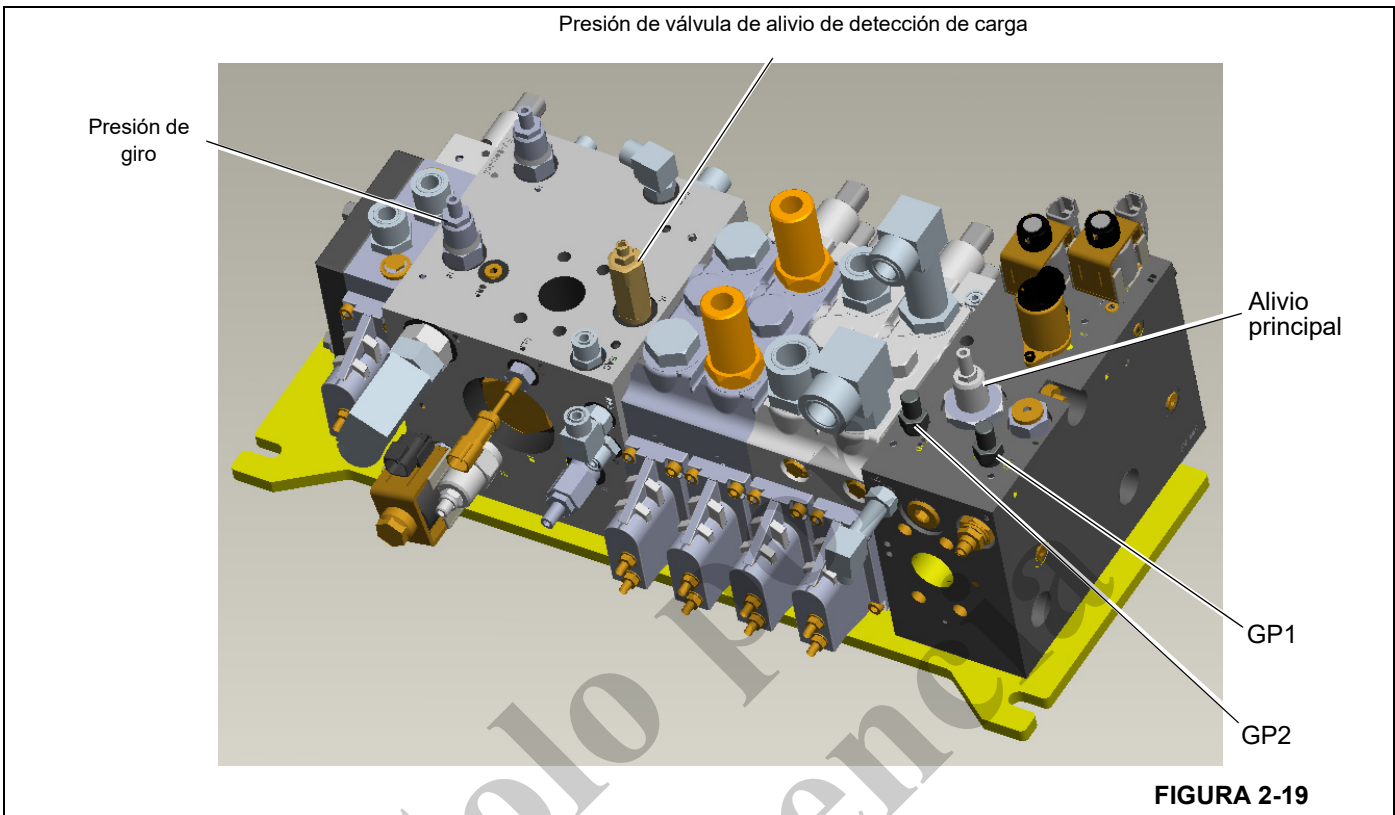
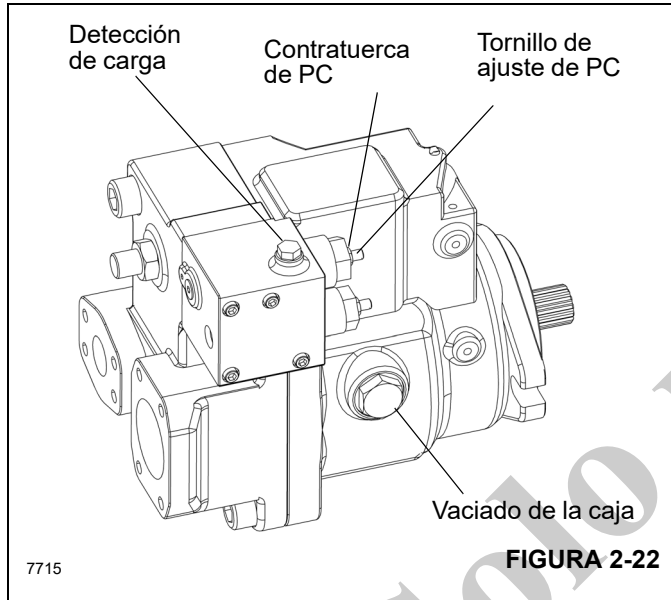

FIGURA 2-19
FIGURA 2-22
8. Instale un manómetro en la lumbrera de manómetro de la bomba (GP1) en la válvula de control de sentido (DCV) (Figura 2-19).
Para revisar la presión de margen, se generan dos presiones ya que el circuito de giro de la grúa necesita 28 bar (400 psi) de contrapresión todo el tiempo. Esto significa que cuando se instala un manómetro en la lumbrera de detección de carga (GP2 en la Figura 2-19), la presión indicará el alivio que está presente en el circuito de giro. Por ello, la contrapresión de giro se debe verificar primero.
Después de completar los ajustes de la contrapresión de giro y del margen de la bomba, la indicación del manómetro de salida de la bomba (GP1 en la Figura 2-19) debe ser la siguiente:
1. Instale un manómetro en la lumbrera de presión de la bomba (GP2) en la DCV (Figura 2-19).
1. Instale un manómetro en la lumbrera de presión de la bomba (GP1) en la DCV (Figura 2-19).
Para poder ajustar la presión máxima de la bomba, el ajuste de la válvula de alivio de detección de carga (LSRV) se debe elevar a un valor más alto que el del ajuste deseado de la presión de bomba máxima. Para elevar el ajuste de la LSRV (Figura 2-19) afloje la contratuerca (hexagonal de 1/2 pulg) y gire la tuerca hexagonal de ajuste (4 mm) en sentido horario hasta que toque fondo. Esto debería dar como resultado un ajuste como el que se muestra en la Tabla 2-5.
2. Instale un manómetro con capacidad mínima de 414 bar (6000 psi) en la lumbrera de manómetro de bomba GP1 (Figura 2-19).
2. Si la indicación de presión es menos que el ajuste de presión máxima de la bomba, eleve el tornillo de ajuste de compensación de presión (PC) de la bomba como se muestra en la Figura 2-22. Afloje la contratuerca M8 y utilice una llave Allen de 4 mm para hacer el ajuste. El giro en sentido horario aumenta el ajuste; cada vuelta representa 100 bar (1450 psi).
3. Aumente el ajuste del compensador de presión (PC) hasta alcanzar la presión de alivio principal (Tabla 2-5) en el manómetro. Se debe escuchar un silbido en la línea de alivio principal y se debe sentir un caudal grande de aceite hacia el depósito en la línea de retorno al depósito hidráulico. Esto significa que se alcanzó el ajuste de alivio principal.
4. Si no se puede llegar al ajuste de presión de alivio principal (Tabla 2-5), se debe aumentar el ajuste de la válvula de alivio principal (Figura 2-19). Para ello, afloje la contratuerca de $\frac{3}{4}$ pulg y utilice una llave Allen de $\frac{3}{16}$ pulg para hacer el ajuste. El giro en sentido horario aumenta el ajuste; cada vuelta representa 91 bar (1315 psi). Asegúrese de volver a apretar la contratuerca de $\frac{3}{4}$ pulg a 8 Nm (6 lb-pie) cuando el ajuste sea correcto.
5. Después que se alcanza el ajuste de alivio principal, el ajuste del compensador de presión (PC) de la bomba se debe devolver al valor de la Tabla 2-5. Vea "D. Ajuste de la presión máxima de la bomba, página 2-30".
1. Instale un manómetro de 414 bar (6000 psi) en la lumbrera de presión de la bomba (GP1) en la DCV (Figura 2-19).
2. Arranque el motor y active la palanca del malacate. Ajuste la válvula de ajuste de compensador de presión (PC) (Figura 2-22) en sentido contrahorario para obtener la presión correcta. Consulte la Tabla 2-5 para una indicación correcta de la presión máxima de la bomba.
1. Instale un manómetro de 345 bar (5000 psi) en la lumbrera de presión de la bomba (GP2) en la DCV (Figura 2-19).
Si la presión de LSRV no es correcta, apriete el tornillo de LSRV como se muestra en la Figura 2-19.